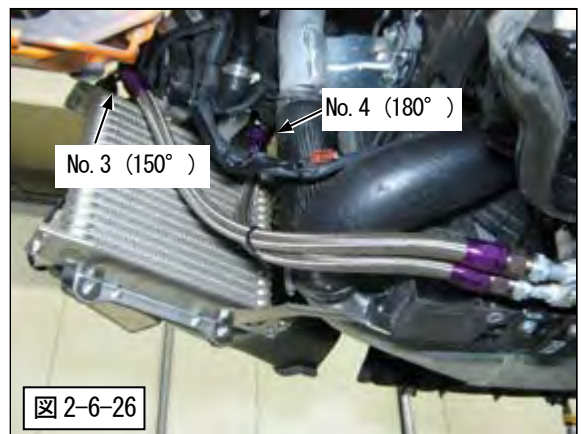

図 2-6-26
(13) ホース No. 3、4 を取付けてください。(図 2-6-26)